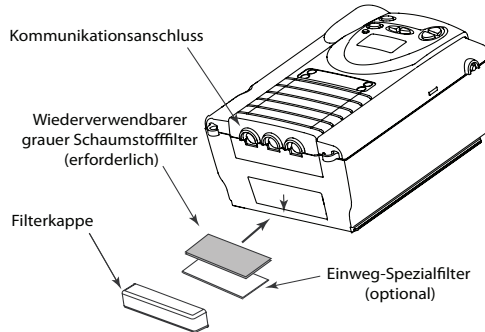

Abb. 5-1 Installieren der Luftfilter
2. Die Filter in die Lufteinlassöffnung an der Rückseite des Gerätes schieben (zuerst den weißen Filter, falls verwendet) und nach unten in die Aussparung drücken (siehe Abb. 5-1).